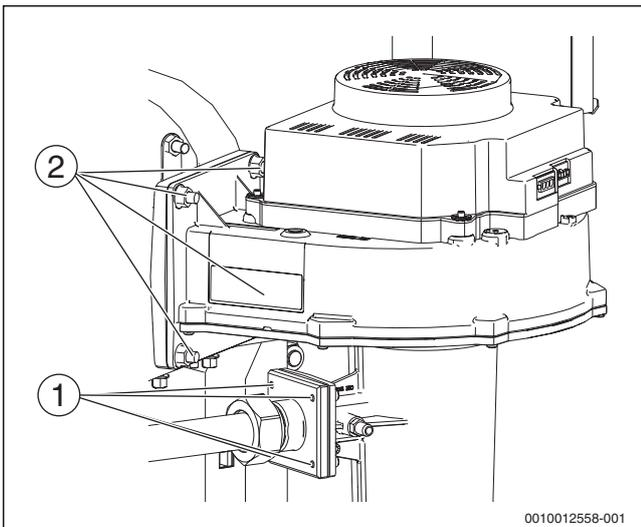

Bild 60 Gebläse ausbauen (Kesselgröße 150-300 kW)
- ▶ Gemischflansch durch entfernen der 4 Muttern am Venturi abschrauben (→ Bild 60, [1]).
- ▶ Gebläse durch entfernen der 4 Muttern am Gemischkrümmer abschrauben (→ Bild 60, [2]).